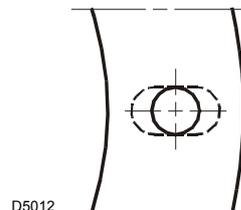

Fig. 8
- Allargare, se necessario, i fori dello schermo isolante (Fig. 8), avendo cura di non danneggiarlo.